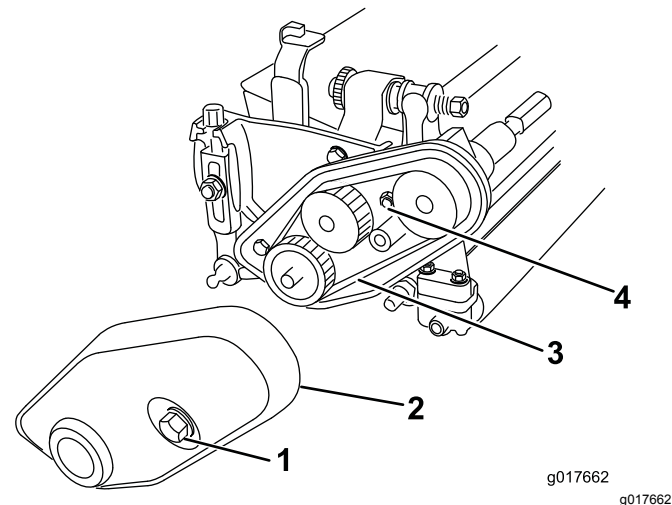

Bild 3
7. Lösen Sie die unverlierbare Schraube, mit denen die Riemenabdeckung am linken Ende des Mähwerks befestigt ist, bis Sie die Abdeckung abnehmen können (Bild 3).
8. Lösen Sie die Riemenspannmutter und nehmen Sie den Riemen ab (Bild 3).